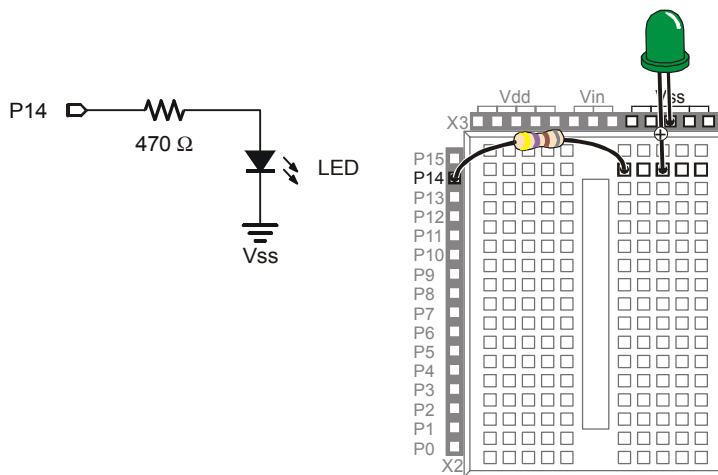

Figura 2-12
Il circuito del LED mostrato nella Figura 2-12 è collegato quasi nella stessa maniera del circuito dell'esercizio precedente. La differenza è che il terminale della resistenza che era manualmente collegato a Vdd e poi a Vss, è ora inserito in un piedino di I/O del BASIC Stamp.
- ✓ Modificate il circuito su cui stavate lavorando nell'Esercizio #1 cosicché sia uguale a quello di Figura 2-12.
Usare il circuito esempio mostrato nella Figura 2-12 a pagina 51.